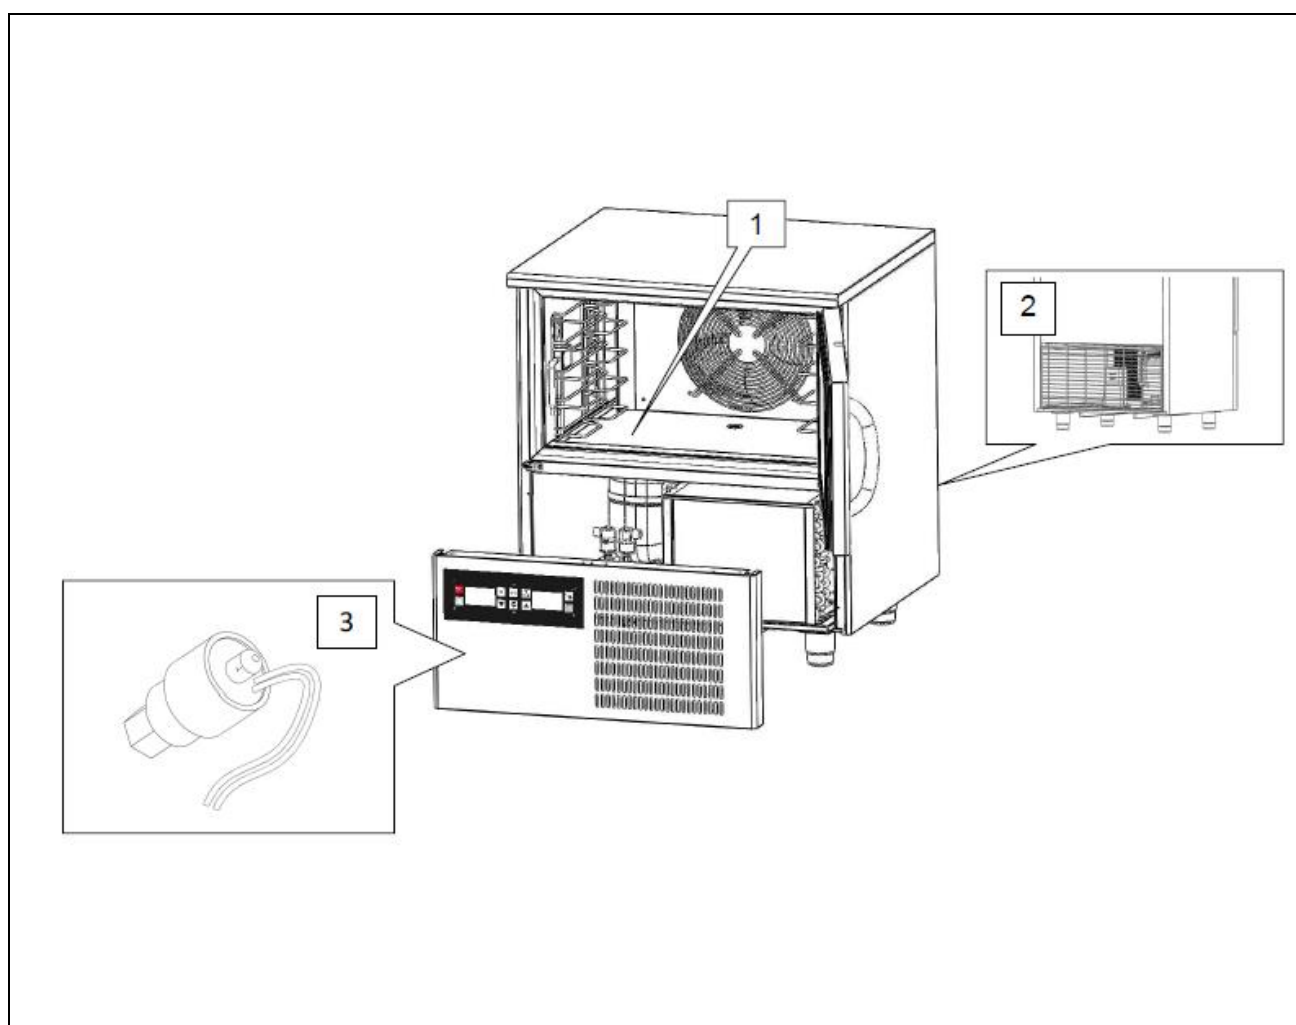

Fig. 5
- griglie a copertura delle ventole di raffreddamento (rif. 1 fig. 5);
- griglia a copertura dell'unità condensatrice (rif. 2 fig. 5).
- Sensore (rif. 3 fig. 5) posto sul circuito frigorifero segnala eventuali sovratemperature dell'impianto mettendo la macchina in standby.
- Protezione "magnetotermica" del compressore (rif. 4 fig. 5): è presente solo nelle apparecchiature trifase.